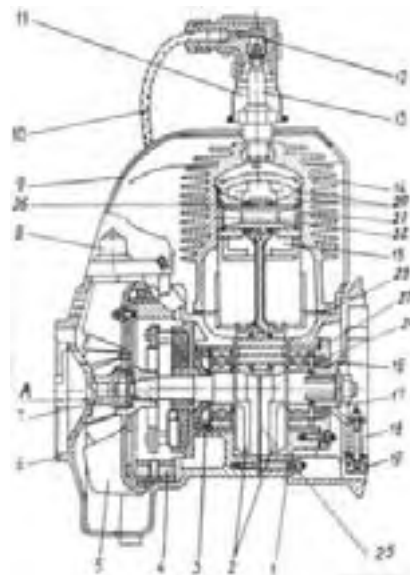
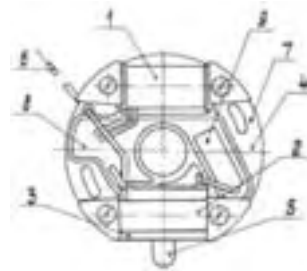

Рисунок 2 — Продольный разрез двигателя
Рисунок 4 — Магнето бесконтактное ЭМ-1
- и) вывернуть провод зажигания 10 (рисунок 2) из изолятора (колпачка) 12 свечи зажигания;
а) При установке храповика 7 (рисунок 2) выдержать размер «А» (от торца крышки картера 6 до торца зубьев храповика (в пределах 21,1—21,6 мм) за счет регулировочных колец под храповиком. Увеличение размера «А» ведет к неполному зацеплению зубьев храповика стартера и двигателя при его запуске и преждевременному их износу. Уменьшение размера «А» ведет к неполному разъединению храповика стартера и двигателя при его запуске, к расклиниванию и излому крышки картера 6.
— вдеть провод зажигания 10 (рисунок 2) в отверстие направляющей втулки в картере;
— ввернуть провод зажигания в патрубок высоковольтного трансформатора 5 (рисунок 4), обеспечив надежное механическое и электрическое соединение с высоковольтным выводом;
— продеть провод 6 (рисунок 4) через отверстие картера к кнопке «Стоп», не повреждая его изоляцию о кромки картера. Провод не должен касаться маховика и заземляться крышкой картера;
— провод 6 (рисунок 4) закрепить винтом на изоляторе кнопки «стоп» 8 (рисунок 2). Неизолированная часть провода не должна касаться корпуса двигателя.
а) Снять замки 21 (рисунок 2) поршневого пальца 22 из канавок в бобышках поршня 15.
а) Снять крышку подшипника 27 (рисунок 2), не повреждая прокладку.
д) Передний резиновый уплотнитель 3 (рисунок 2) при его замене снять из гнезда картера отверткой, при этом уплотнитель, как правило, повреждается.
Для замены заднего уплотнителя 17 (рисунок 2) необходимо снять крышку подшипника 27, после чего уплотнитель вытолкнуть из гнезда крышки